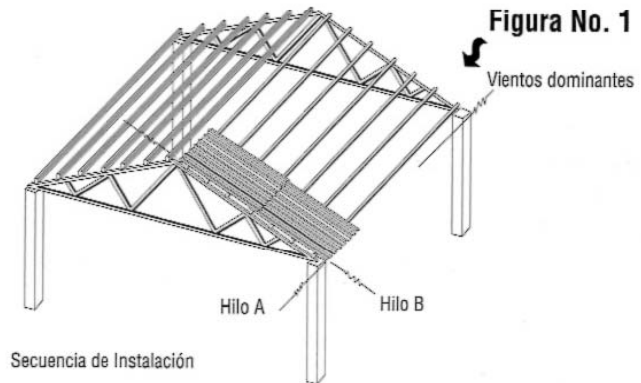

Figura No. 1
1) ESCUADRA: Es muy importante la correcta colocación de la primera lámina en una de las esquinas inferiores de la estructura, recordando que la instalación debe iniciarse siempre en el sentido contrario a los vientos dominantes de la zona (Figura no. 1)